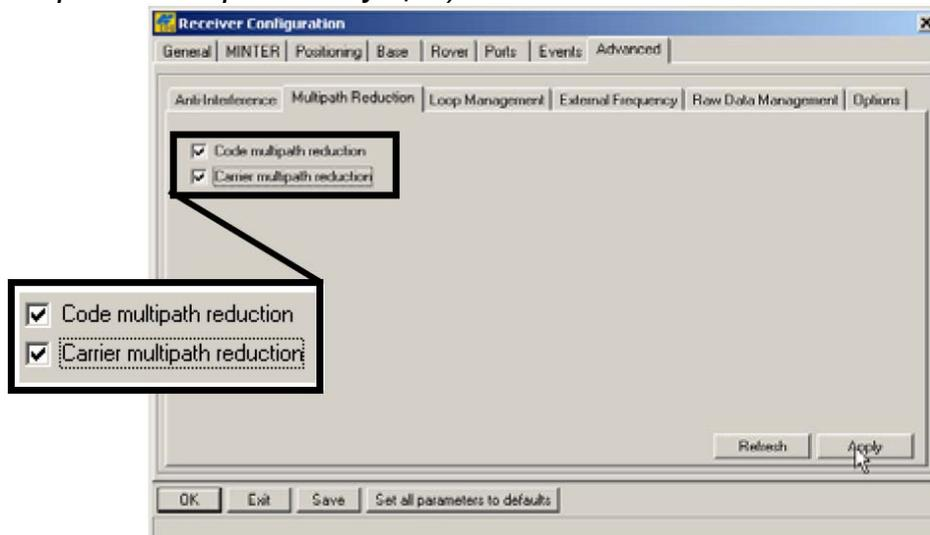

Рисунок 3-7. Настройка параметров подавления многолучевости
9. Выберите вкладку *Advanced (Расширенные функции)*, затем вкладку *Multipath Reduction (Подавление многолучевости)*, выставьте перечисленные ниже флажки и щелкните на кнопке *Apply (Применить)* (см. рисунок 3-7).